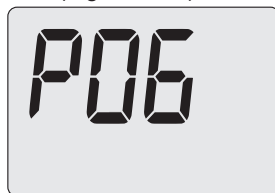

Figura 9.16
- Scorrere i vari parametri utilizzando i tasti 13 o 14 fino a far apparire sul display LCD codice **P06**, indicante l'entrata nel "parametro P06" (Figura 9.16).